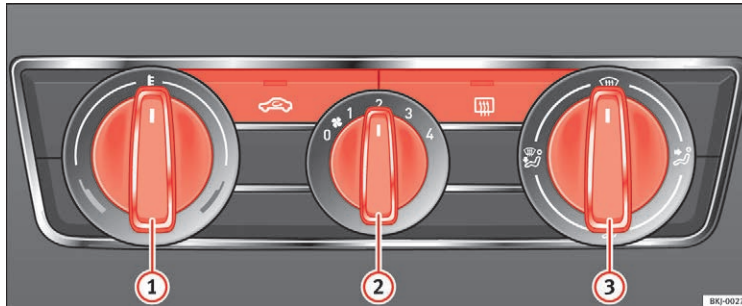

Fig. 145 Betjeningsselementer til varmeanlægget i instrumentpanelet
- Drej kontakten til temperaturregulering » Fig. 145 ① mod venstre.
- Drej blæserkontakten ② til et af blæsertrinene 1-4.
- Drej på kontakten til luftfordeling ③, så luftstrømmen føres ud i den ønskede retning.
- Drej kontakten til regulering af temperaturen » Fig. 145 ① til højre, indtil den ønskede varmeydelse er nået.
- Drej blæserkontakten ② til et af trinene 1-4.
- Drej kontakten til temperaturregulering » Fig. 145 ① helt mod højre for at opnå den højeste varmeydelse.
- Drej blæserkontakten ② til trin 4.
- Drej kontakten til temperaturregulering » Fig. 145 ① ind i varmeområdet.
- Drej blæserkontakten ② til et af trinene 2-3.